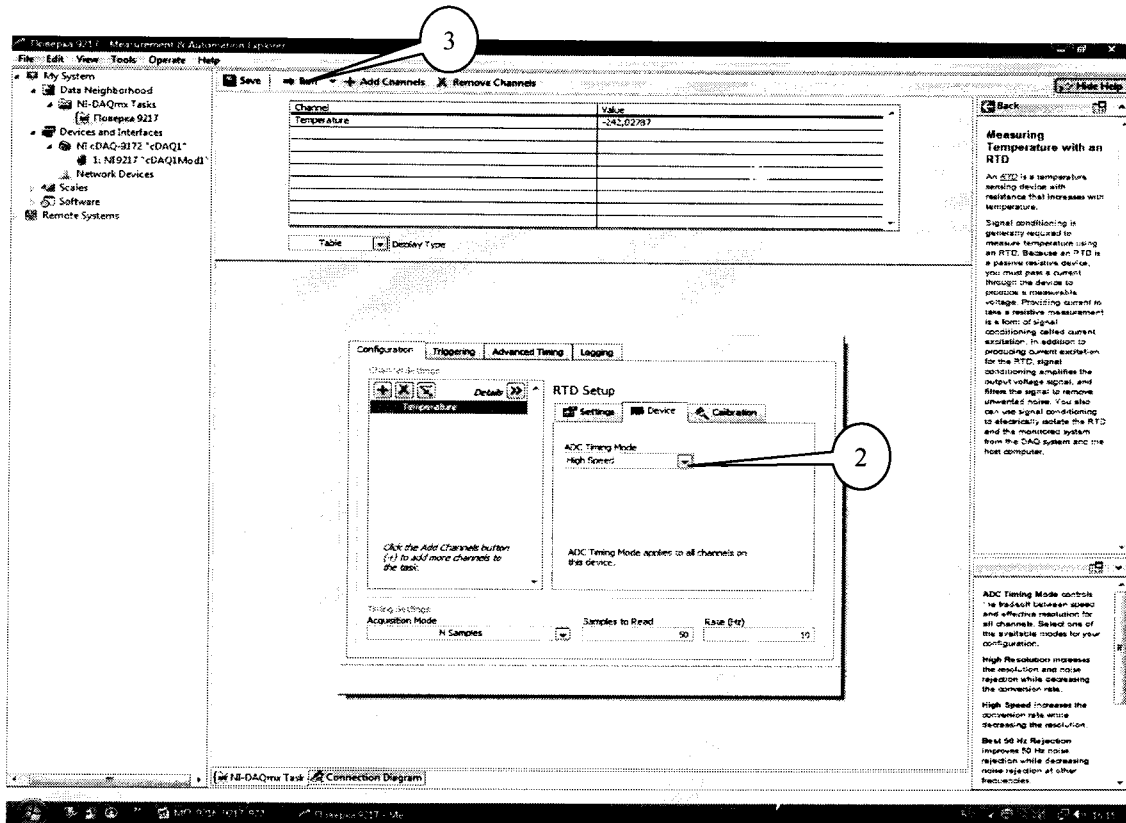

Рисунок 6.
7.3.5 Перейти обратно на вкладку «NI-DAQmx Task» (рисунок 6), в окне настроек канала выбрать вкладку «Device» (1) и в выпадающем меню выбрать режим высокой скорости измерений «High Speed» (2).
7.3.6 Последовательно устанавливать на магазине сопротивлений значения сопротивления в соответствии с таблицей 3. Зафиксировать измеренные модулем значения температуры для каждого установленного значения сопротивления и внести их в таблицу. Режим измерений запускать нажатием кнопки «Run» (3) на верхней панели вкладки «NI-DAQmx Task» (рисунок 6). Рассчитать для каждого установленного значения сопротивления (температуры) значение абсолютной погрешности измерений температуры  $\Delta T$  (°C) по формуле (1):